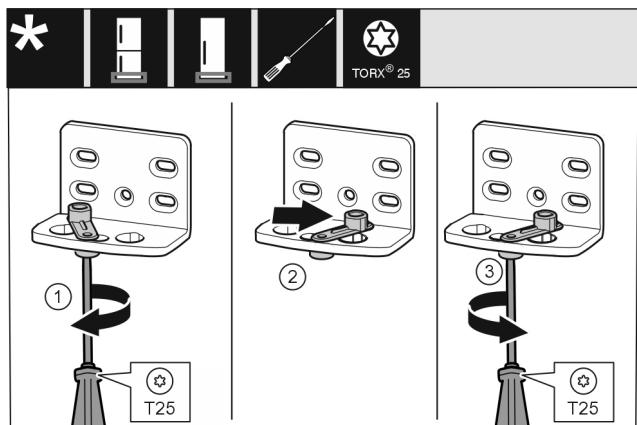

Fig. 17 \*
- ▶ 将螺钉 Fig. 17 (1) 用螺丝刀拧松。\*
- ▶ 将关门辅助装置 Fig. 17 (2) 提起并向右 90° 转入钻孔。\*
- ▶ 将螺钉 Fig. 17 (3) 用螺丝刀拧紧。\*